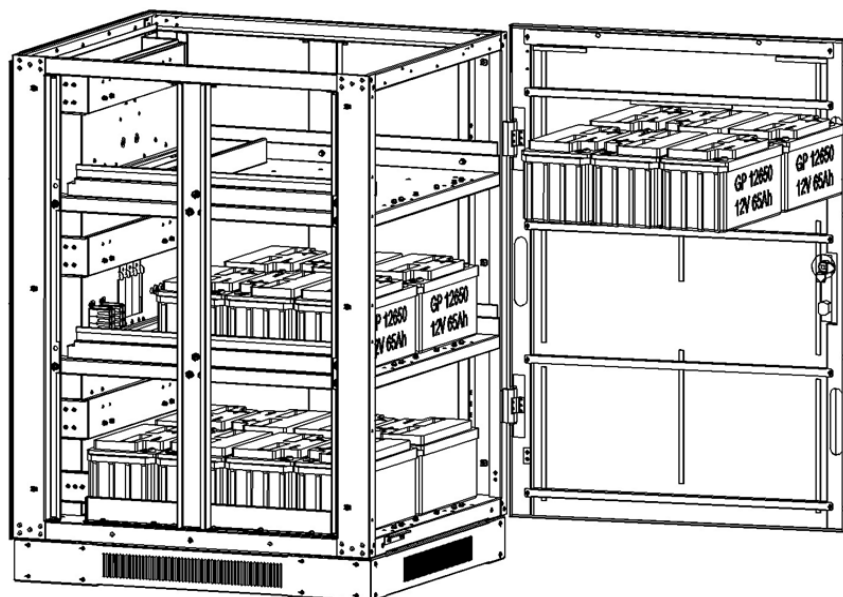
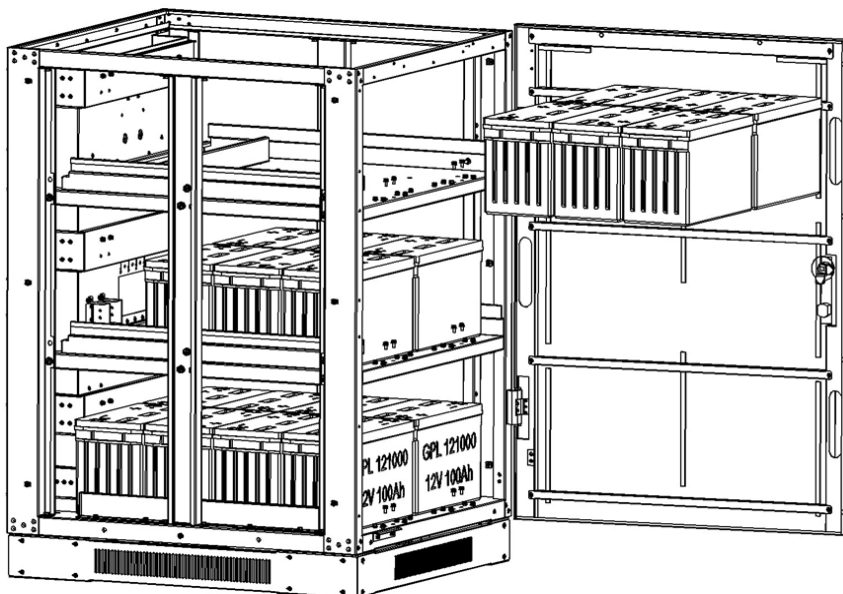

Figura 5-13: Modelo BP240V65-NIB
Figura 5-14: Modelo BP240V100-NIB
6. Instale 6 módulos de baterías en la capa 3 (Figura 5-13: Modelo BP240V65-NIB o Figura 5-14: Modelo BP240V100-NIB).